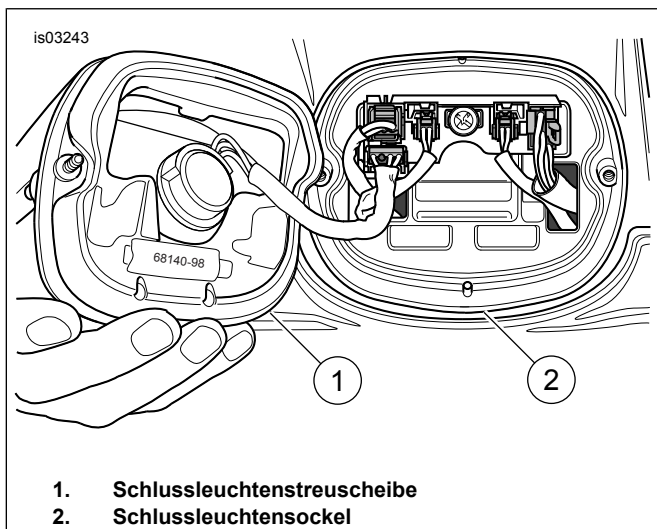

Abbildung 1. Schlussleuchtenstreuscheibe ausbauen
2. Siehe Abbildung 1. Die zwei Schrauben und die Schlussleuchtenstreuscheibe (1) vom Sockel (2) entfernen.